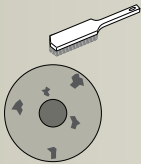

Figure 22
- Les figures 22 à 26 présentent le montage de base des bouchons en béton PFEIFER. En règle générale, il est nécessaire de procéder à un traitement et à une exécution méticuleux afin d'obtenir un aspect optimal.